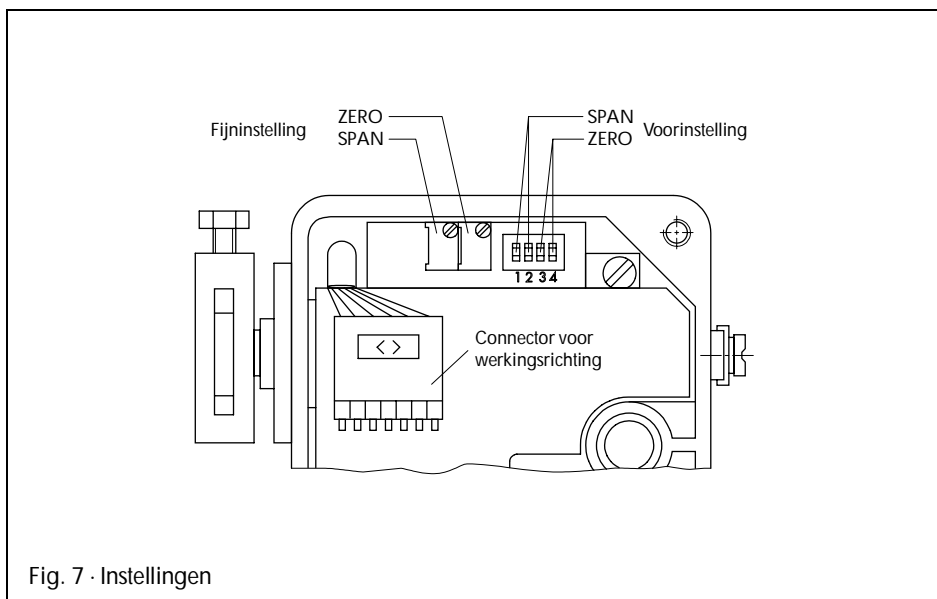

Fig. 7 · Instellingen
4.2 Inregeling van nulpunt en bereik (fig. 7)